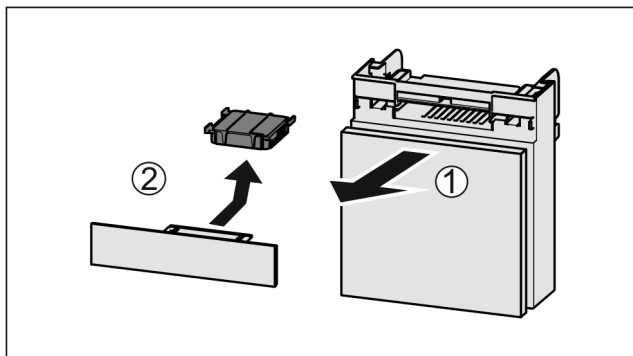

Fig. 144
- ▶ Вытянуть Fig. 144 (1) отделение движением вперед.
- ▶ Извлечение Fig. 144 (2) фильтра с активированным углем.